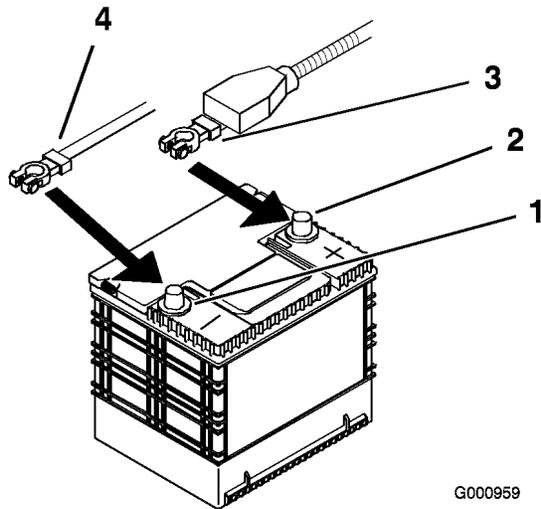

Figure 44
4. Commencez par débrancher le câble négatif et le câble de masse de la borne négative (-) de la batterie (Figure 44).
5. Ôtez le capuchon rouge de la borne positive (rouge) de la batterie. Débranchez ensuite le câble positif (rouge) de la batterie (Figure 44).
4. Fixez les câbles à l'aide de 2 boulons (1/4 x 3/4 po), 2 rondelles (1/4 po) et 2 contre-écrous (1/4 po) (Figure 44).